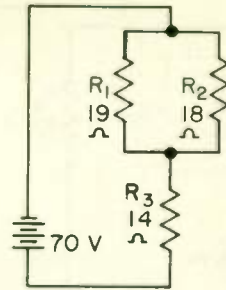

Fig. 12
10. 60.5 11. 1.46 . . . See Fig. 12: